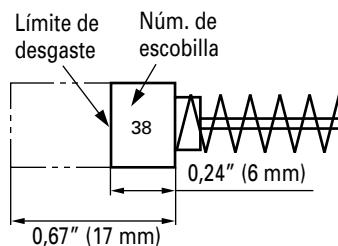

Fig. 6
4. Inspección de las escobillas (Fig. 6)
Utilice las escobillas HITACHI Núm. 38 indicadas en la Fig. 6.